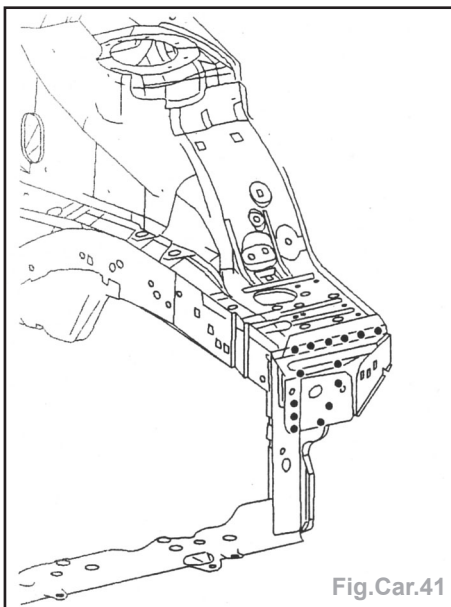

Fig.Car.41
- Poser l'appui absorbeur pare-chocs (Fig.Car.41).